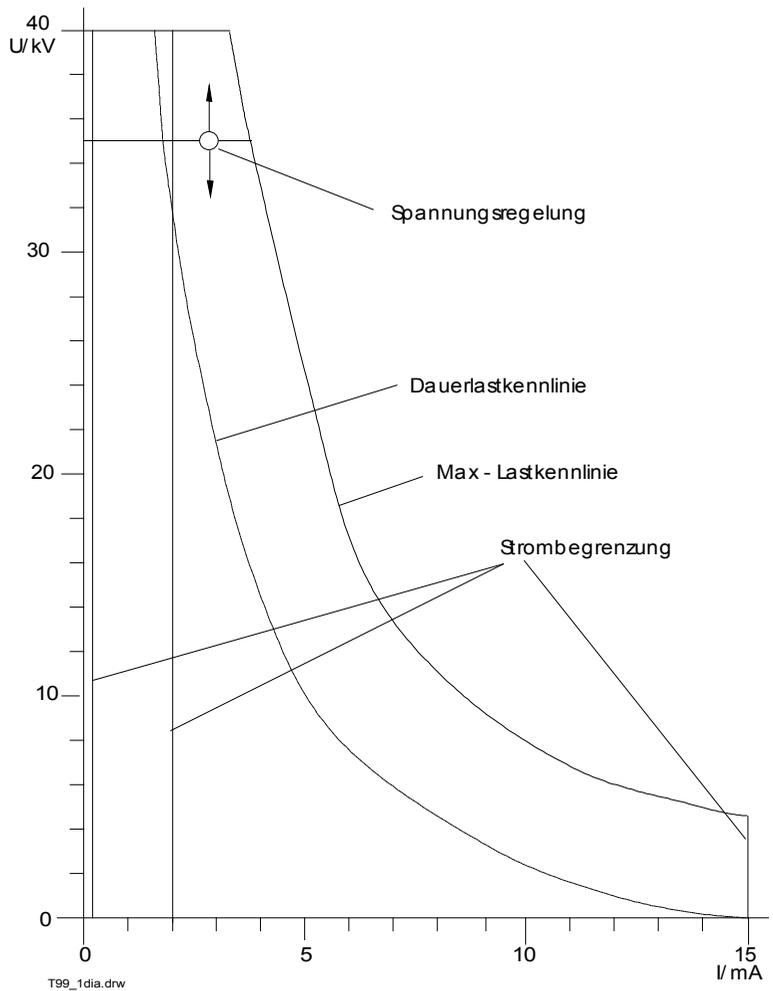

Abb. 1 Strom-Spannungsdiagramm T 99/1
Das Strom-Spannungsdiagramm des Gerätes ist in Abb. 1 wiedergegeben.
- Nach Beendigung der Messung ist das Gerät mit dem Schalter (17) auszuschalten.
Wird längere Zeit im Überlastbereich (siehe Abb. 1) gearbeitet, kann die Hochspannung abschalten. Dabei leuchtet Lampe (16) auf. Die Wiedereinschaltung ist erst nach ausreichender Abkühlzeit möglich.